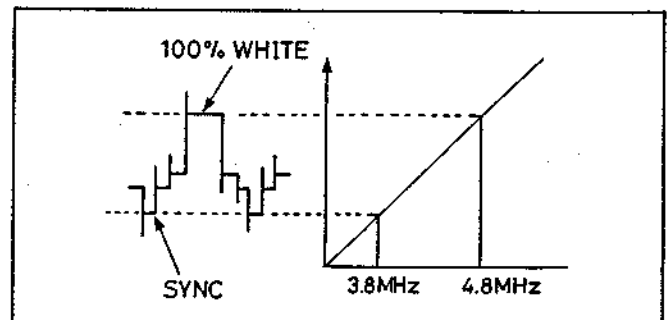

Abb. 5-12 Frequenzmodulation
(7) Frequenzmodulator (FM MOD, Abb. 5-12) Die Schwingungsfrequenz variiert mit dem Pegel des Eingangssignals. Das Eingangssignal wird so frequenzmoduliert, daß die Flanke des Synchronsignals (Synchronboden) 3,8 MHz und das Maximum an Weiß 4,8 MHz betragen.